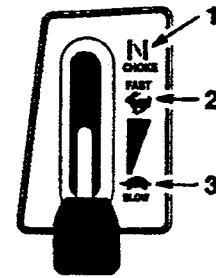

Figure 4
4. Mettre la commande des gaz sur CHOKE (STARTER) (Fig. 4).
6. Quand le moteur a démarré, amener lentement la commande des gaz sur FAST (RAPIDE) (Fig.4). Si le moteur cale ou hésite, ramener la commande des gaz sur CHOKE pour quelques secondes. Ramener ensuite la commande sur FAST. Renouveler l'opération le cas échéant.
1. Mettre la commande des gaz sur SLOW (LENT) (Fig. 4).